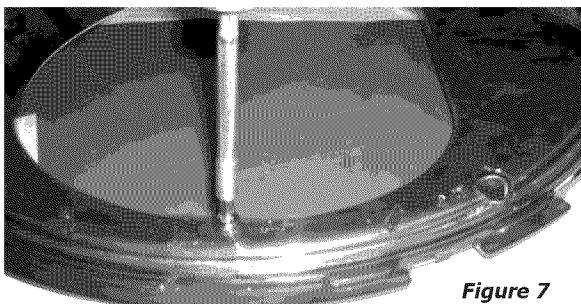

Figure 7
- 8 Enlevez la vis qui fixe la lentille. (Figure 7)